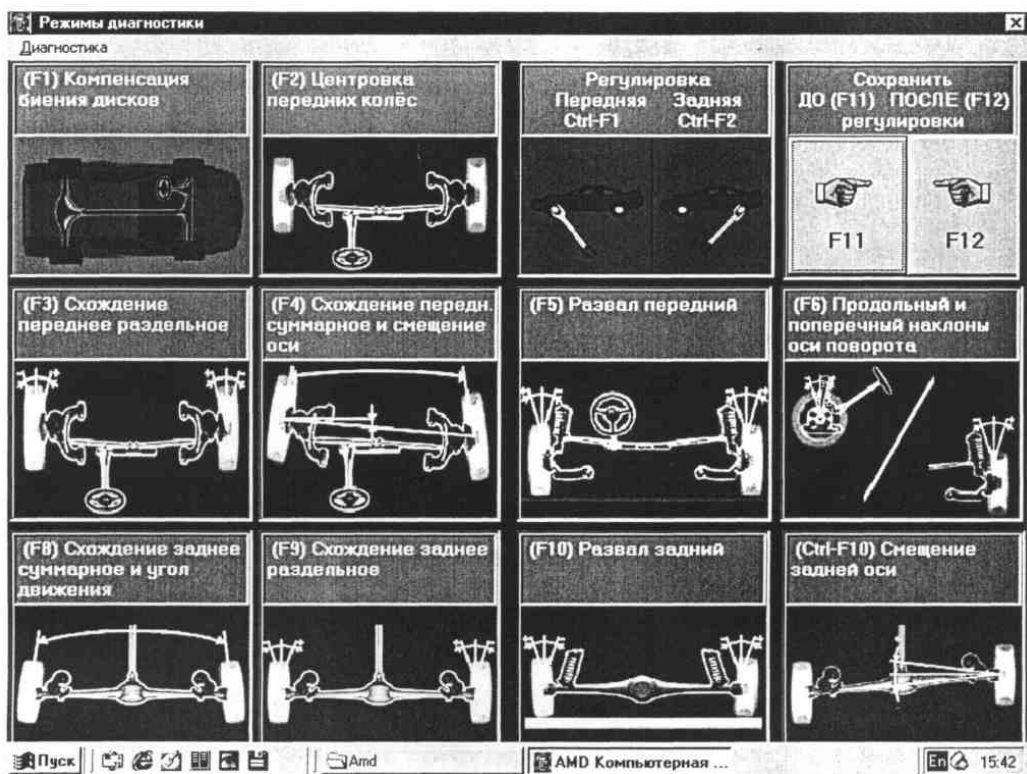
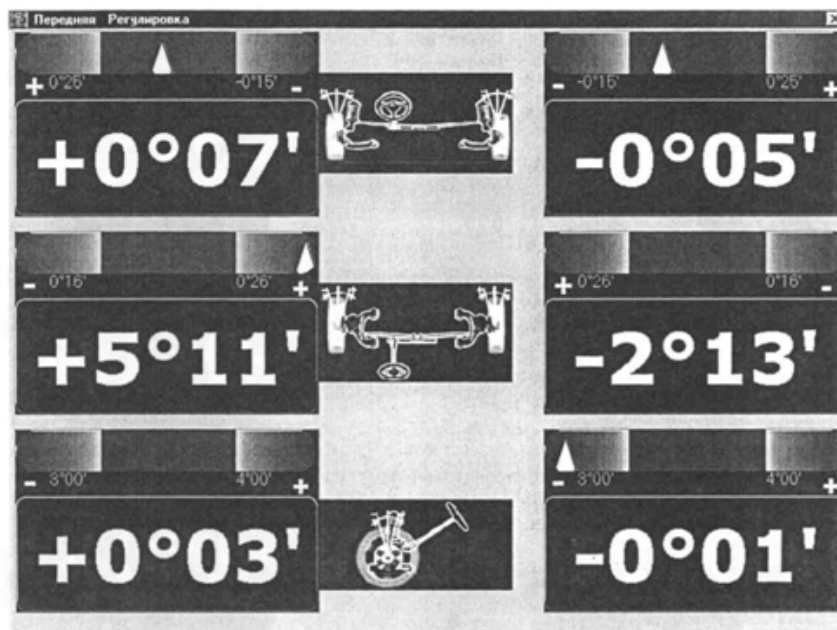
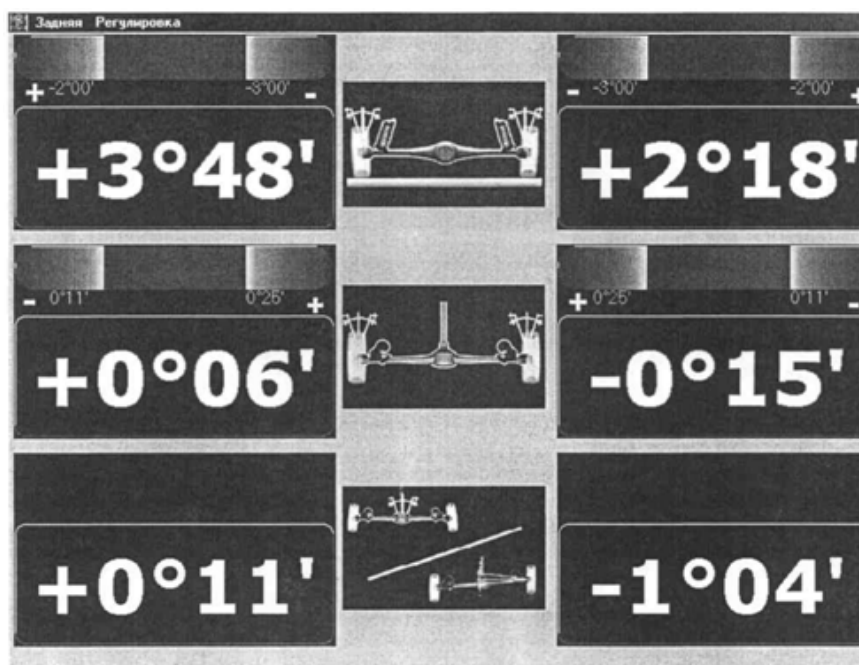

Рисунок 6.10 – Выбор схемы измерения параметров
Рисунок 6.13 – Показания в режиме «Регулировка передняя»
Рисунок 6.14 – Показания в режиме «Регулировка задняя»
6.2.21 Выберите нужную вам схему измерения. На экране появится меню режимов диагностики (рисунок 6.10).
6.2.45 Войдите в режим измерения «Развал передний» (рисунок 6.10). На экране монитора появится картинка данного режима измерения (рисунок 6.12).
6.2.54 Для одновременного измерения УУК переднего моста войдите в режим «Регулировка передняя» (рисунок 6.10) – на экране монитора появится картинка одновременного измерения углов схождения, развала и продольного наклона оси поворота (рисунок 6.13). Если до этого продольный угол наклона оси поворота не измерялся, то на экране появится только двойной режим измерения углов схождения и развала.
6.2.55 Для одновременного измерения УУК заднего моста войдите в режим «Регулировка задняя» (рисунок 6.10) – на экране появится картинка одновременного измерения углов схождения, развала, угла движения и смещения задней оси (рисунок 6.14).
6.2.56 Для запоминания параметров до регулировки необходимо после измерения параметров войти в меню режимов диагностики (рисунок 6.10) и щелкнуть левой кнопкой мыши по кнопке «ЗАПИСАТЬ ДО РЕГУЛИРОВКИ».